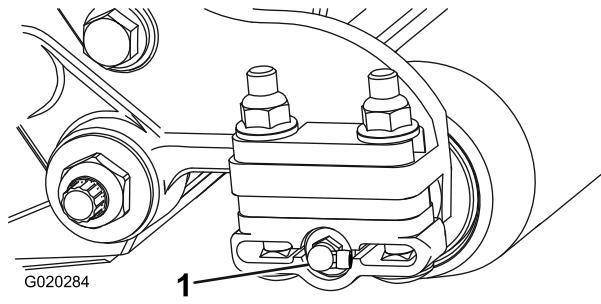

Bild 3
- 8. Entfernen Sie den geraden Schmiernippel vorne an der Seitenplatte und befestigen Sie den 90°-Schmiernippel an derselben Stelle (**Bild 3**).